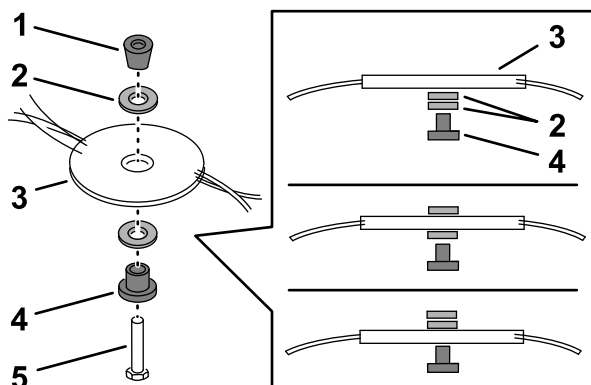

Figura 29
5. Utilize a chave fornecida com a máquina para remover o disco de corte rodando o parafuso no sentido contrário ao dos ponteiros do relógio (Figura 29), guardando todas as ferragens de montagem.